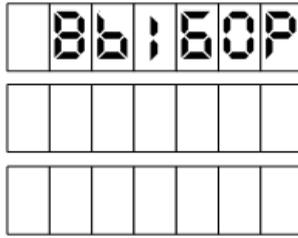

Рисунок 15
Если параметру "Выбор топлива" (133) задано значение "по снятию крана", то при предъявлении карты автоматически выбирается рукав, пистолет которого снят. Если на момент предъявления карты не снят ни один пистолет на табло ТРК отобразится приглашение снять пистолет (рисунок 15).